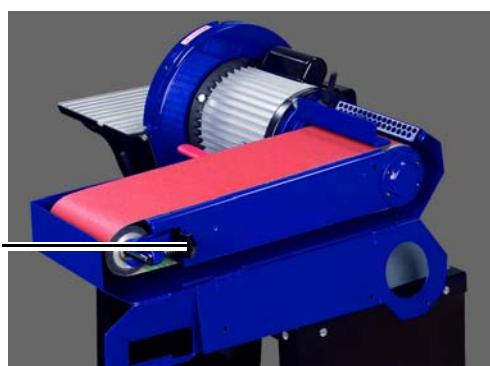

Abb. 17: Bandlauf einstellen
Schritt 1: Der Lauf des Schleifbandes kann über die Spurinstellschraube A (Abb. 17) verändert werden. Wenn sich das Schleifband auf die Schleifscheibe hin bewegt, die Einstellschraube im Uhrzeigersinn drehen. Wenn sich das Schleifband von der Schleifscheibe weg bewegt, die Einstellschraube entgegen dem Uhrzeigersinn drehen. Anschließend das Schleifband mit der Hand in eine Richtung bewegen und den Lauf überprüfen. Den Lauf nochmals verändern, wenn nötig.